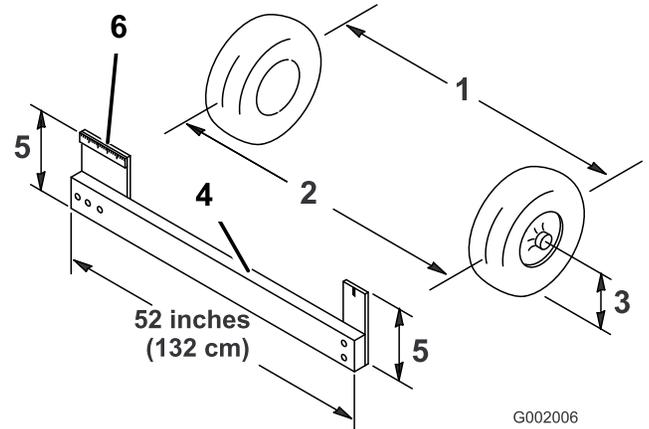

Figura 48
- Mida la distancia entre los neumáticos delanteros a la altura del eje, en la parte delantera y trasera de las ruedas (Figura 48).
**Nota:** Es necesario utilizar una plantilla para medir la distancia entre la parte trasera de las ruedas delanteras a la altura del eje. Utilice la misma plantilla para medir con precisión la parte delantera de las ruedas delanteras a la altura del eje (Figura 48).